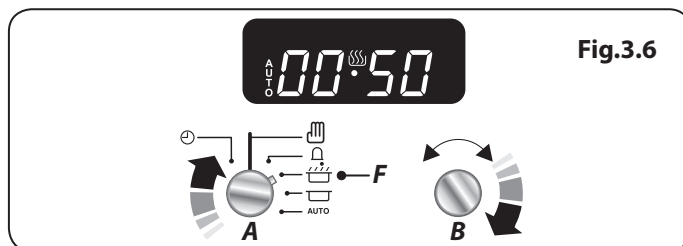

Fig.3.6
1. Tournez le bouton de la minuterie (A) sur le réglage du temps de cuisson (F). Tournez le bouton de réglage (B) dans le sens horaire afin de définir durée du temps de cuisson requis (**Fig.3.6**).